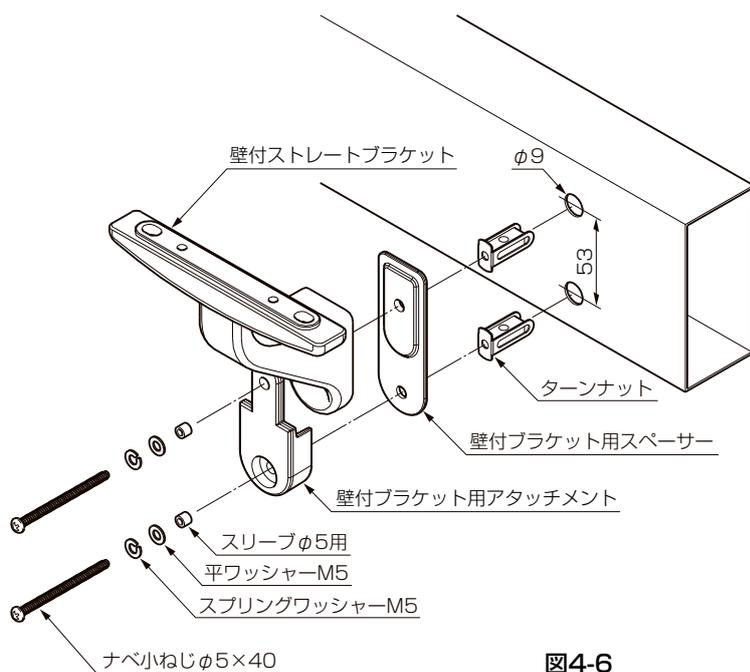

図4-6
- ①形材取付け面にφ9の下穴をあけて、ターンナットを挿入してください。（図4-6参照）
- ②壁付ストレートブラケット・壁付ブラケット用アタッチメントおよび壁付ブラケット用スペーサーをターンナットに、仮止めしてください。（図4-6参照）